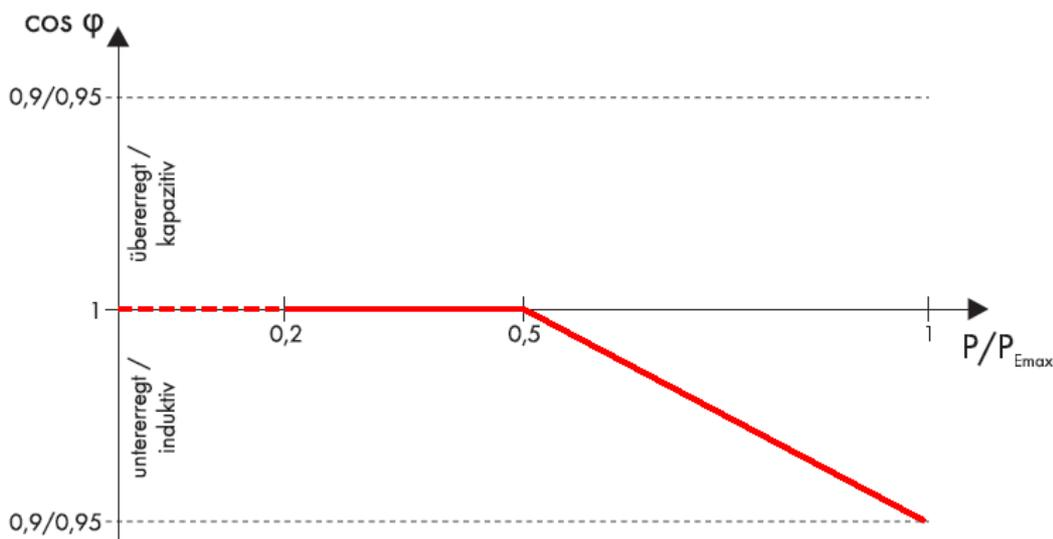

Bild 1: $\cos \phi$ (P)–Kennlinie
$\cos \phi$ (P)–Kennlinie nach Bild 1 bis max. $\cos \phi = 0,95$ untererregt
$\cos \phi$ (P)–Kennlinie nach Bild 1 bis max. $\cos \phi = 0,90$ untererregt